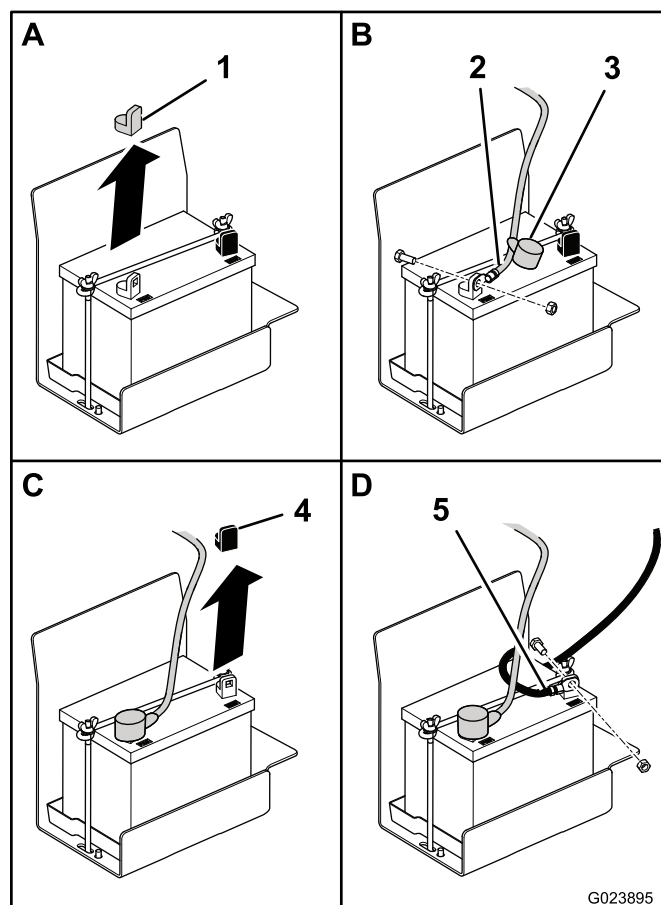

Bild 5
2. Ziehen Sie die rote Kunststoffkappe vom Pluspol der Batterie ab (Bild 5).